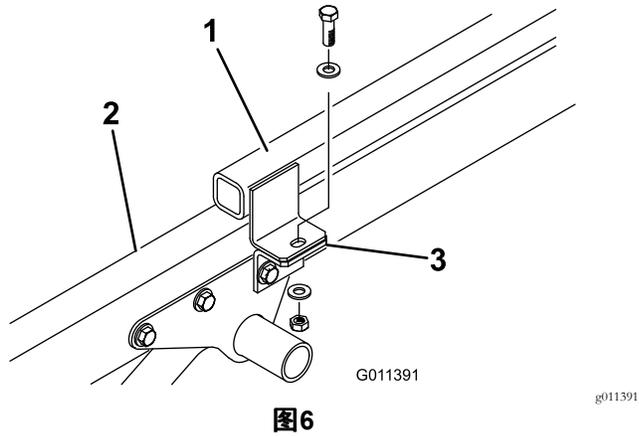

图6
- 卸下将附件支架固定到挂钩架凸耳上的平头螺丝、2个扁平垫圈和锁紧螺母图6。